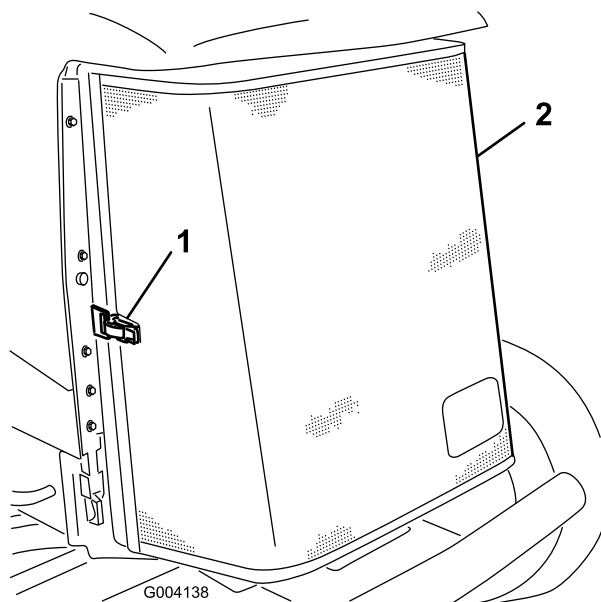

Figura 70
3. Desenganche y abra la rejilla trasera (Figura 70).